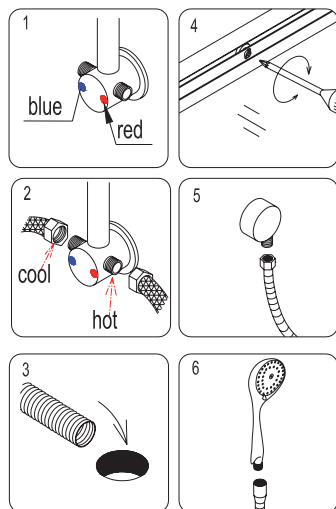

Рис. 9
8. Подвиньте смонтированный блок максимально близко к месту установки, подведите холодную и горячую воду к смесителю (помните, что голубой цвет предполагает холодную воду, а красный – горячую). Плавно придвиньте дренажную трубу к сливному отверстию. Поднимите собранный блок на позицию и отрегулируйте регулировочный винт при помощи шуруповерта, чтобы закрепленные магнитные полосы обеспечивали плавное и плотное закрытие. Подсоедините шланг для душа **(10)** и ручки **(09)**. Рис. 9